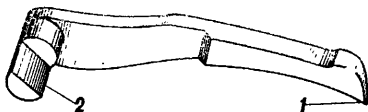

Рис. 15. Собачка:
**16. Собачка** (рис. 15) удерживает барабан от вращения влево при спущенном курке, поворачивает барабан на  $\frac{1}{7}$  часть окружности и подает его в переднее положение при взведении курка; собачка своей осью помещается в отверстиях